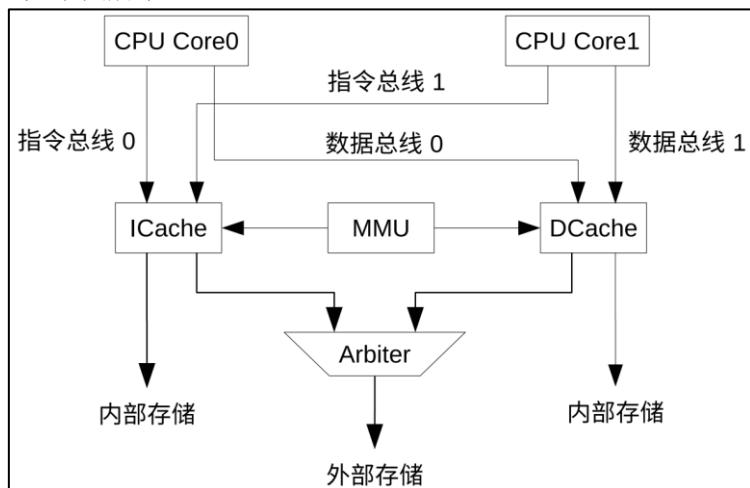

图 4.5.1.2.1 Cache 系统框图
图 4.5.1 中的⑦、⑧和⑨可见。CPU 借助高速缓存 (Cache) 来访问外部存储器。Cache 将根据内存管理单元 (MMU) 中的信息把 CPU 指令总线或数据总线的地址变换为访问片外 flash 与片外 RAM 的实地址。经过变换的实地址所组成的实地址空间最大支持 1 GB 的片外 flash 与 1 GB 的片外 RAM。前面我们讨论知道，ESP32-S3 采用双核共享 ICache 和 DCache 结构，以便当 CPU 的指令总线和数据总线同时发起请求时，也可以迅速响应。当双核同时访问 ICache 时，系统会做以下判断，如下图所示。